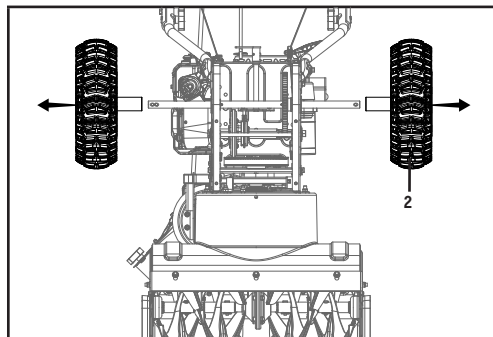

Figure 44B
3. Enlevez la roue de droite (2) en enlevant l'esse (figure 44B).